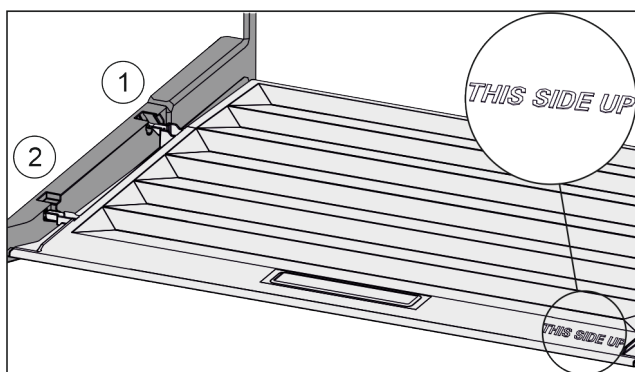

Fig. 68
- Anbring dækslets tappe over åbningen i den bageste holder Fig. 68 (1), og lad dem gå i indgreb i forreste holder Fig. 68 (2).